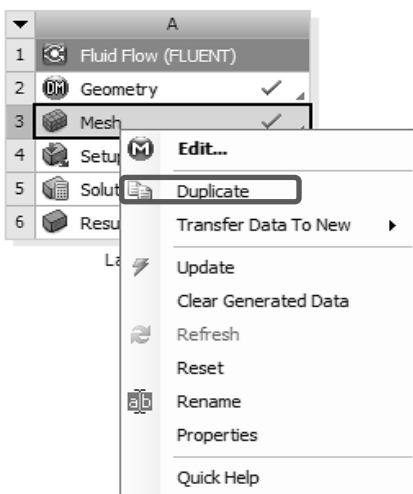

Рис. 1.82
- 1) Для этого надо кликнуть правой кнопкой мыши на схеме проекта по Mesh и выбрать Duplicate, рис. 1.82.